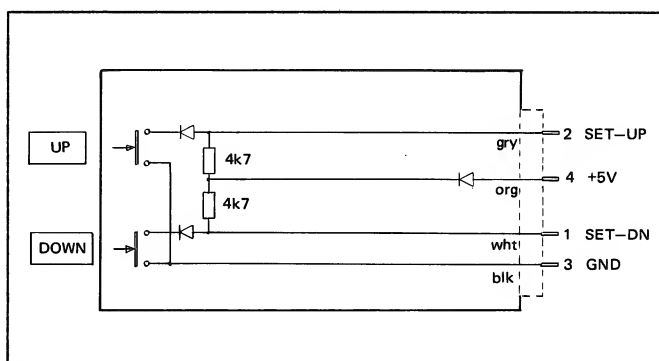

Fig. 3.11
- Hilfsschaltung nach Fig. 3.11 am Stecker J6 von SYSTEM CONTROL anschliessen